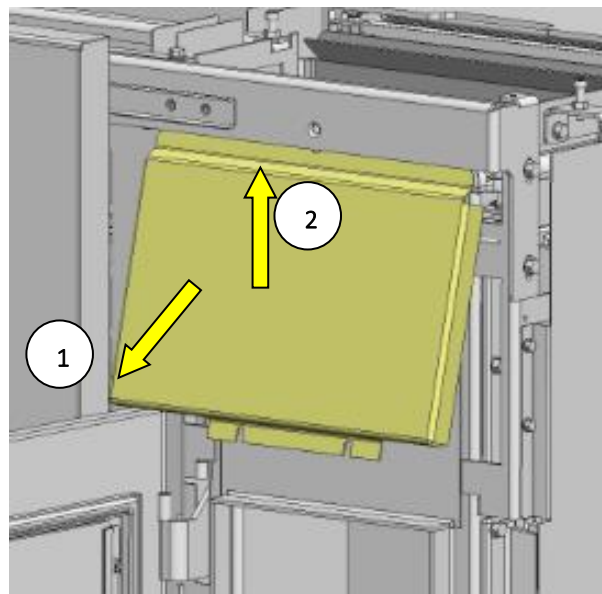

Abb. 17: Obere Frontblende demontieren
2. Die obere Seite der Frontblende nach oben schieben (1. Abb. 17) und anschließend die Frontblende nach vorne unten (2. Abb. 17) entnehmen.